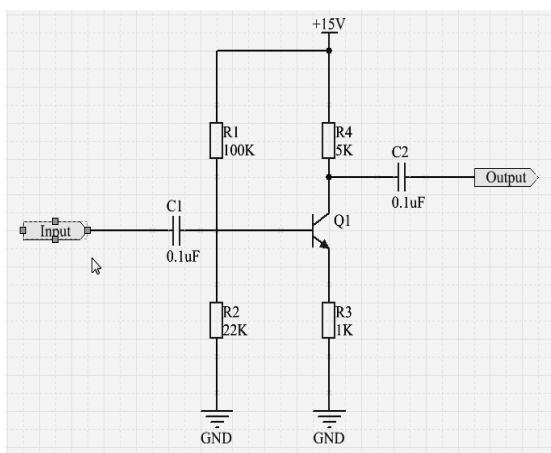

图 4-1-22 取消端口 Input 外其他对象的选中状态
③ 在对角线位置再次单击，即可取消端口 Input 外其他对象的选中状态，如图 4-1-22 所示。
(3) Edit → DeSelect → Touching Rectangle 命令。该命令的功能是取消触碰到矩形选择框的所有对象的选中状态。